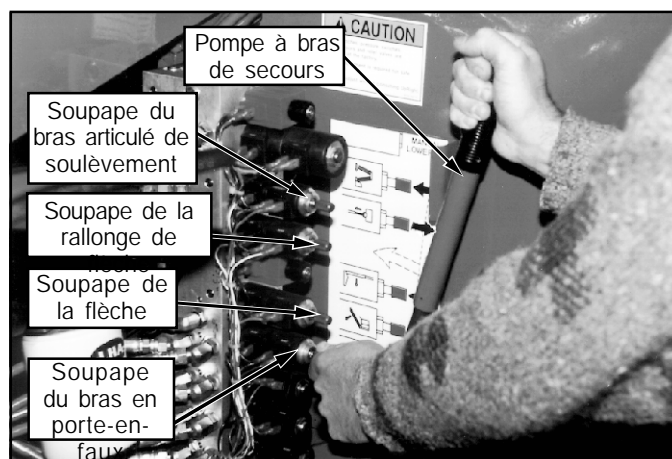

Figure 4 : Utilisation de la commande de secours
3. Actionner la commande manuelle prioritaire (bouton moleté) sur la soupape appropriée (voir figure 4). Enfoncer pour abaisser/déployer; tirer pour élever/rentre, au besoin.